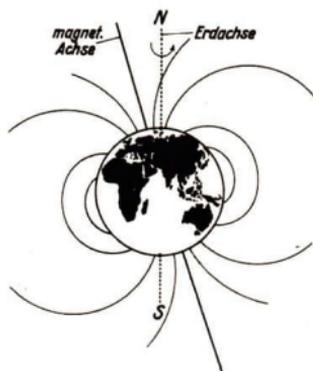

Abb. 226 Die Erde, ein Magnet
**4. Stellung der Kompaßnadel - Unsere Erde ist ein Magnet.** Die Magnetnadel eines Wanderkompasses zeigt immer in eine bestimmte Richtung, die Nord-Süd-Richtung. Auf die Magnetnadel wird eine Kraft ausgeübt, die von der Erde ausgeht. Die Erde ist ein großer Magnet, der von einem gewaltigen Magnetfeld umgeben ist. Beschreibe Abb. 226! Die magnetischen Feldlinien der Erde erstrecken sich zwischen den beiden Polen.